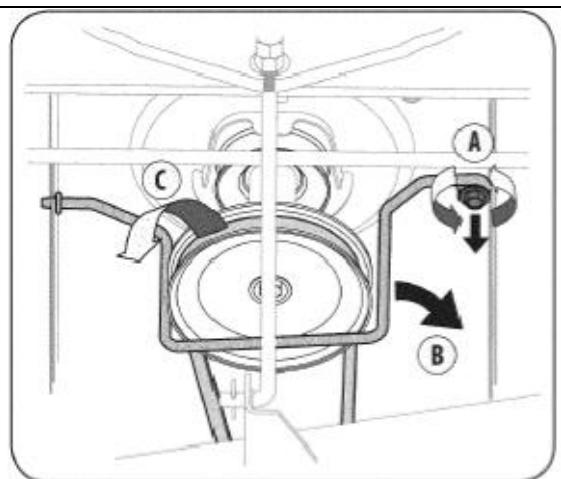

Рис. 17
3. Отверните саморез (A), который фиксирует направляющую ремня около шкива вала отбора мощности трактора. Затем извлеките направляющую ремня (B). См. Рис. 17.
4. Снимите ремень (C) со шкива вала отбора мощности. См. Рис. 17.